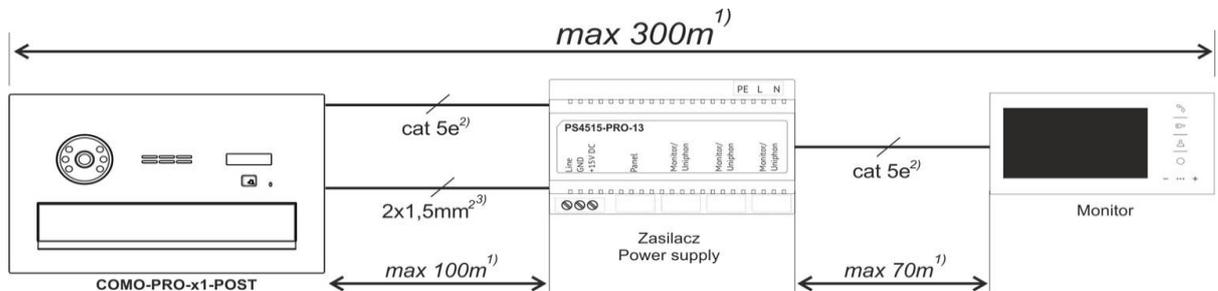

Abb. 3 Maximale Leitungslängen.
Der Anschluss der Sprechanlage sollte gemäß dem Schema – Abb.2 bei ausgeschalteter Stromversorgung vorgenommen werden. Die Verwendung von RJ45-Steckern und Twisted-Pair-Kabeln (UTP-Kabel, mind. Kat. 5e) wird empfohlen. In diesem Fall sind die maximalen Kabellängen: 100 m zwischen Sprechanlage und der Stromversorgung und 70 m zwischen dem Monitor und der Stromversorgung (für Informationen über längere Verbindungslängen siehe Abb. 3). Alle RJ45-Steckverbinder müssen gemäß der Norm **T568B** gleichmäßig gecrimpt werden. Im Falle eines Audiosystems sind mindestens 3 Drähte zwischen Sprechanlage und dem Empfänger erforderlich (Drahtdurchmesser mindestens 0,5 mm / in diesem Fall beträgt die maximale Entfernung zwischen der Sprechanlage und der Stromversorgung 50 m).
Der elektrische Türöffner wird an die Klemmen ELOCK OUTPUT (+ und -) und seine Stromversorgung an ELOCK POWER (+ und -) angeschlossen. In diesem Fall empfiehlt es sich, Kabel zu verwenden, die für die Stromaufnahme des Türöffners ausgelegt sind (typischerweise 1,5 mm²) und den Abstand gemäß Abb. 3 einzuhalten. Werkseitig ist der ELOCK OUTPUT auf den Modus „elektrischer Türöffner“ eingestellt – die Spannung am Ausgang erscheint beim Öffnen und wird zusätzlich entsprechend moduliert, sodass bei einer Gleichspannung von +15 V ein 12-V-Türöffner verwendet werden kann. In den Einstellungen kann der Typ ELOCK OUTPUT auf geändert werden: „Reversibel“ (z. B. wenn ein reversibler elektrischer Türöffner angeschlossen ist) – in diesem Fall verschwindet die Spannung am Ausgang beim Öffnen, oder vom Typ „Relais“ – die Spannung am Ausgang erscheint beim Öffnen ohne zusätzliche Modulation (z. B. wenn ein Relais angeschlossen ist). **HINWEIS!** Bei den Typen „Reversibel“ und „Relais“ erscheint der an den Eingang ELOCK POWER angeschlossene Spannungswert direkt am Ausgang und es muss eine Stromversorgung mit Parametern verwendet werden, die mit dem verwendeten Türöffner/Relais kompatibel sind (an ELOCK POWER kann auch eine Wechselspannungsversorgung (AC) angeschlossen werden - stellen Sie in diesem Fall den Typ der Ausgangssteuerung ein: „Relais“). Bei geringem Abstand (bis zu einigen Metern) zwischen der Stromversorgung und der Sprechanlage ist es zulässig, den elektrischen Türöffner über die Versorgungsspannung der Sprechanlage zu versorgen (Twisted-Pair-Kabel - UTP). Dazu müssen die Steckbrücken J2 und J3 eingesetzt werden. **Eine solche Verbindung wird nicht empfohlen und hängt von der Art des verwendeten Türöffners ab – im Falle einer Fehlfunktion des Systems sollte der Türöffner über ein separates Kabel mit Strom versorgt werden.**